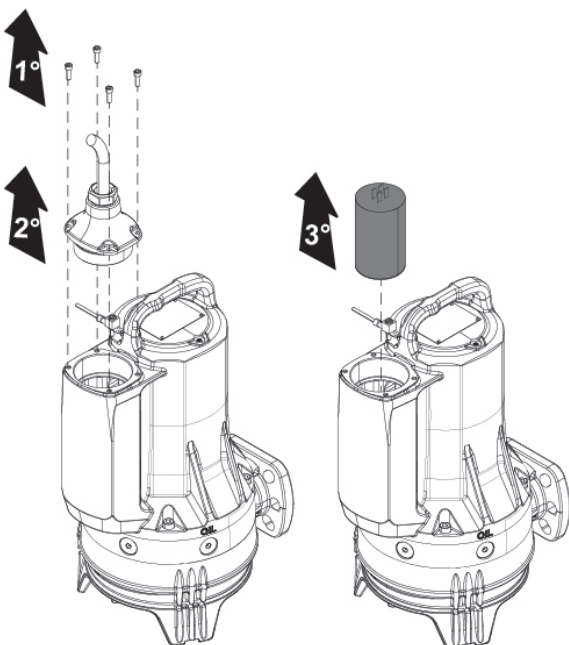

Fig.9
- **Заміна конденсатора (Рис.9)**